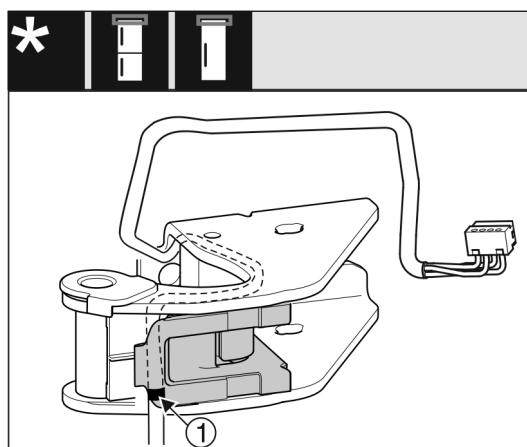

Fig. 28
- При этом средняя маркировка должна находиться на краю держателя кабеля Fig. 28 (1).